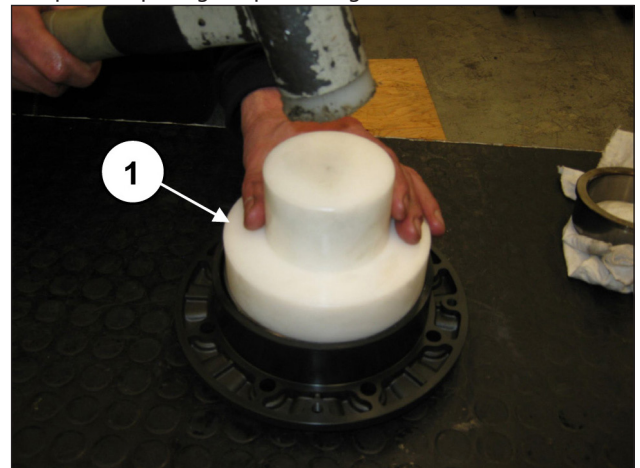
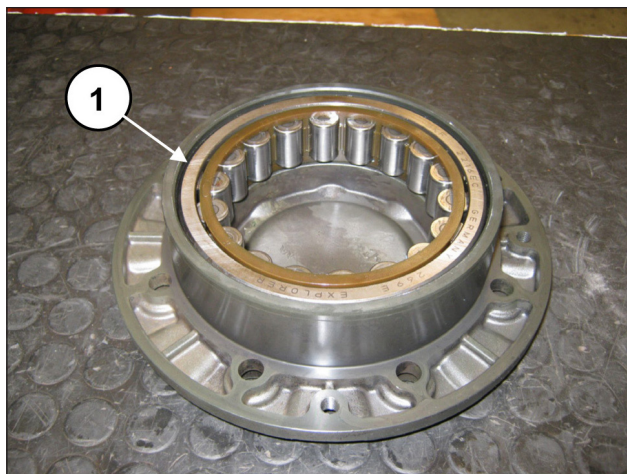

Fig. 55
Fig. 56
Repita a operação na cobertura do rolamento pré-montando o anel externo do rolamento do eixo de manivela, mediante a ferramenta, cód. 27605000 (pos. ①, Fig. 55), até a sua inserção completa na passagem (pos. ②, Fig. 56).